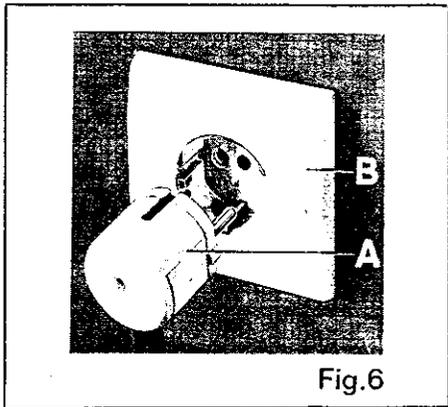

Fig. 6
- se la presa di corrente **B** (Fig. 6) porta il contatto di terra ed è del tipo adatto alla spina (Fig. 6) di cui è dotata la macchina, basterà inserire la spina stessa nella presa per assicurare il collegamento generale di messa a terra;
- Si la prise de courant **B** (Fig. 6) porte le contact de terre et est du type approprié à la fiche **A** (Fig. 6) montée sur la machine, il sera suffisant d'insérer la fiche même pour assurer un branchement général de mise à la terre;
- if power socket **B** (Fig. 6) has an earthing pin and is of the type suited to the plug (Fig. 6) supplied on the machine, you need only insert the plug in the socket to be sure of an earthed connection;
- Wenn Stecker (**A**) und Steckdose (**B**) mit übereinstimmenden Erdungskontakten versehen sind (Abbildung 6), ist der Anschluss geeignet.